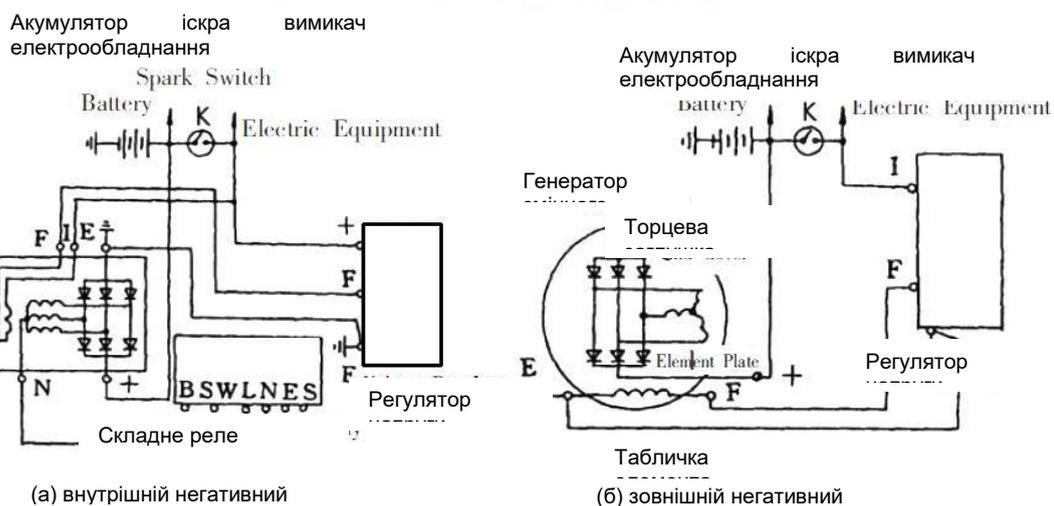

Fig 5-53 Principle and Working Sketch of AC Alternator
7.2.6 Коли двигун зупинено, поверніть перемикач запуску в положення «ВИМК.», щоб запобігти надходженню електричного струму від батареї в обмотку магнітного поля (див. перемикач К на Рис. 5-53).